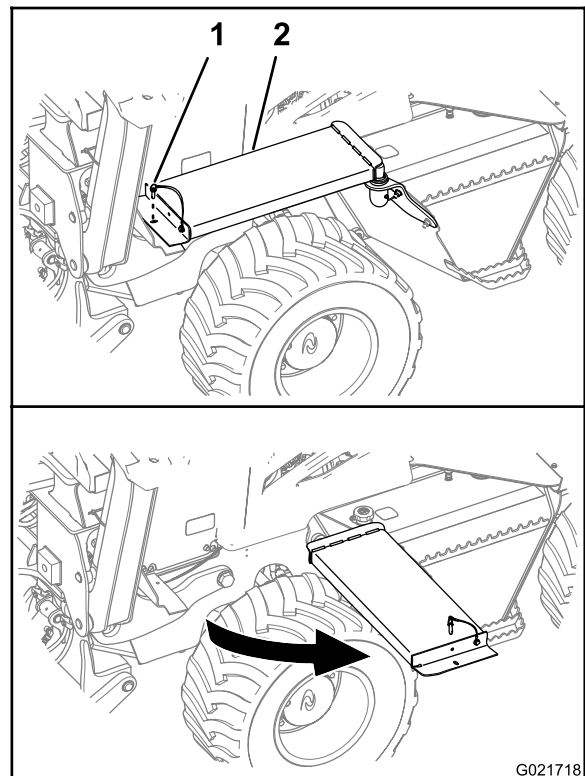

Figure 35
- A. Sur le côté gauche de la machine, enlevez la goupille de retenue à l'avant du marchepied (Figure 35).
- B. Faites pivoter le marchepied pour l'écartier de la machine, comme montré à la Figure 35.
- A. Tournez l'avant du marchepied pour le ramener à sa position d'origine (Figure 35).
- B. Placez le trou du marchepied en face du trou du support (Figure 35).